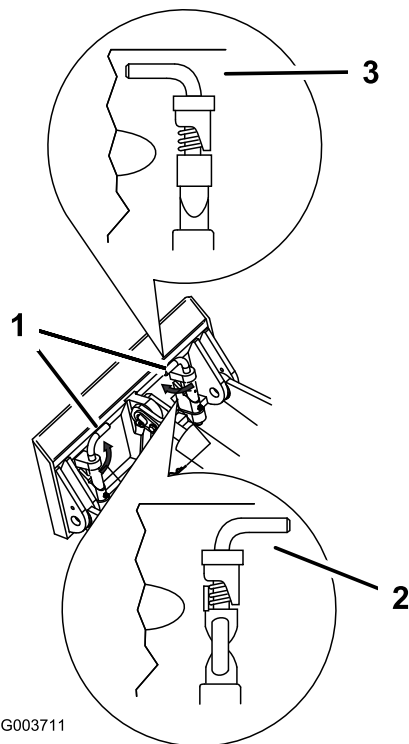

Bild 26
7. Lassen die Schnellbefestigungsstifte eingreifen und stellen Sie sicher, dass sie vollständig in der Befestigungsplatte sitzen (Bild 26).